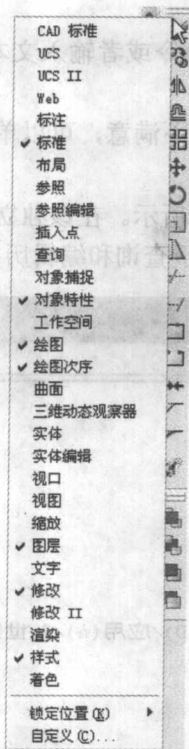

图 1-2 设置工具栏的快捷菜单
(1) 在界面上的任意工具栏上单击鼠标右键, 弹出如图 1-2 所示的快捷菜单。快捷菜单上列出了 AutoCAD 提供的 30 种工具栏复选项。
(2) 选择需要的工具栏复选项, 此时指定的工具栏便在界面上显示或者隐藏起来。